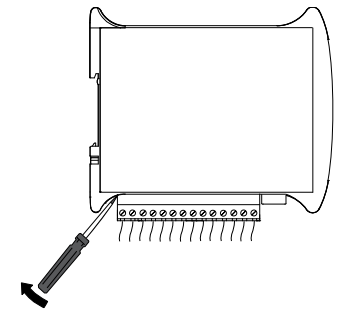

Abb. 4 Austausch der steckbaren Klemmleiste
- Entfernen Sie die Klemmleiste mit bestehender Verdrahtung (Abb. 4)